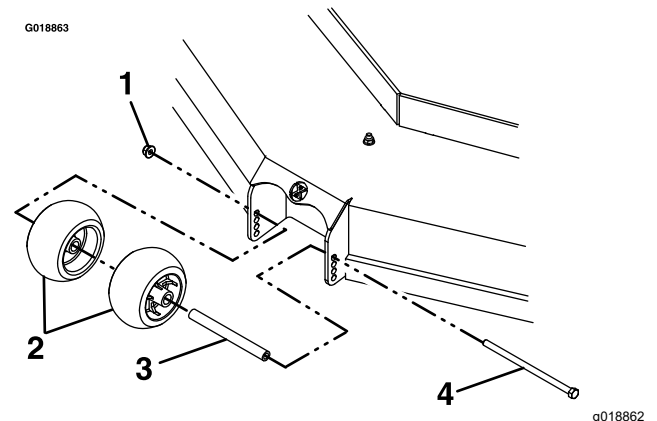

Figura 30
4. Después de ajustar la altura de corte, ajuste los rodillos protectores del césped retirando las fijaciones de montaje (Figura 30).
6. Apriete la contratuerca ($\frac{3}{8}$ " a 41-47 N·m (30-35 pies-libra), como se muestra en la Figura 30.